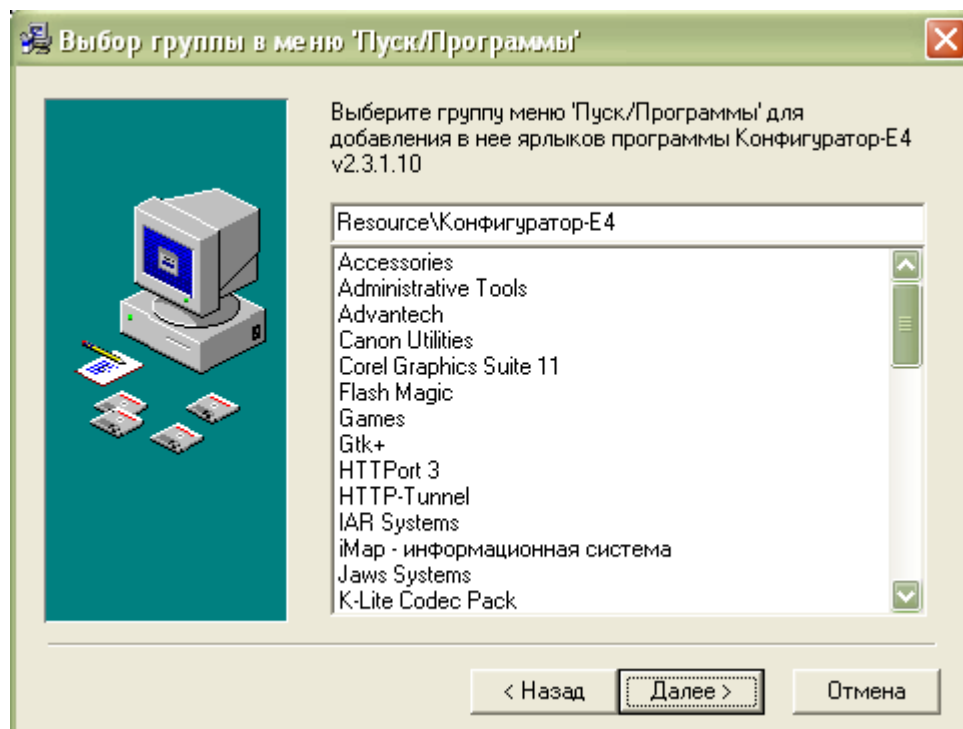

Рисунок 3.3 – Диалог «Выбор группы в меню «Пуск/Программы"»
3.4.3 На следующем этапе установки необходимо уточнить имя каталога в меню «Пуск» («Start») (рисунок 3.3).